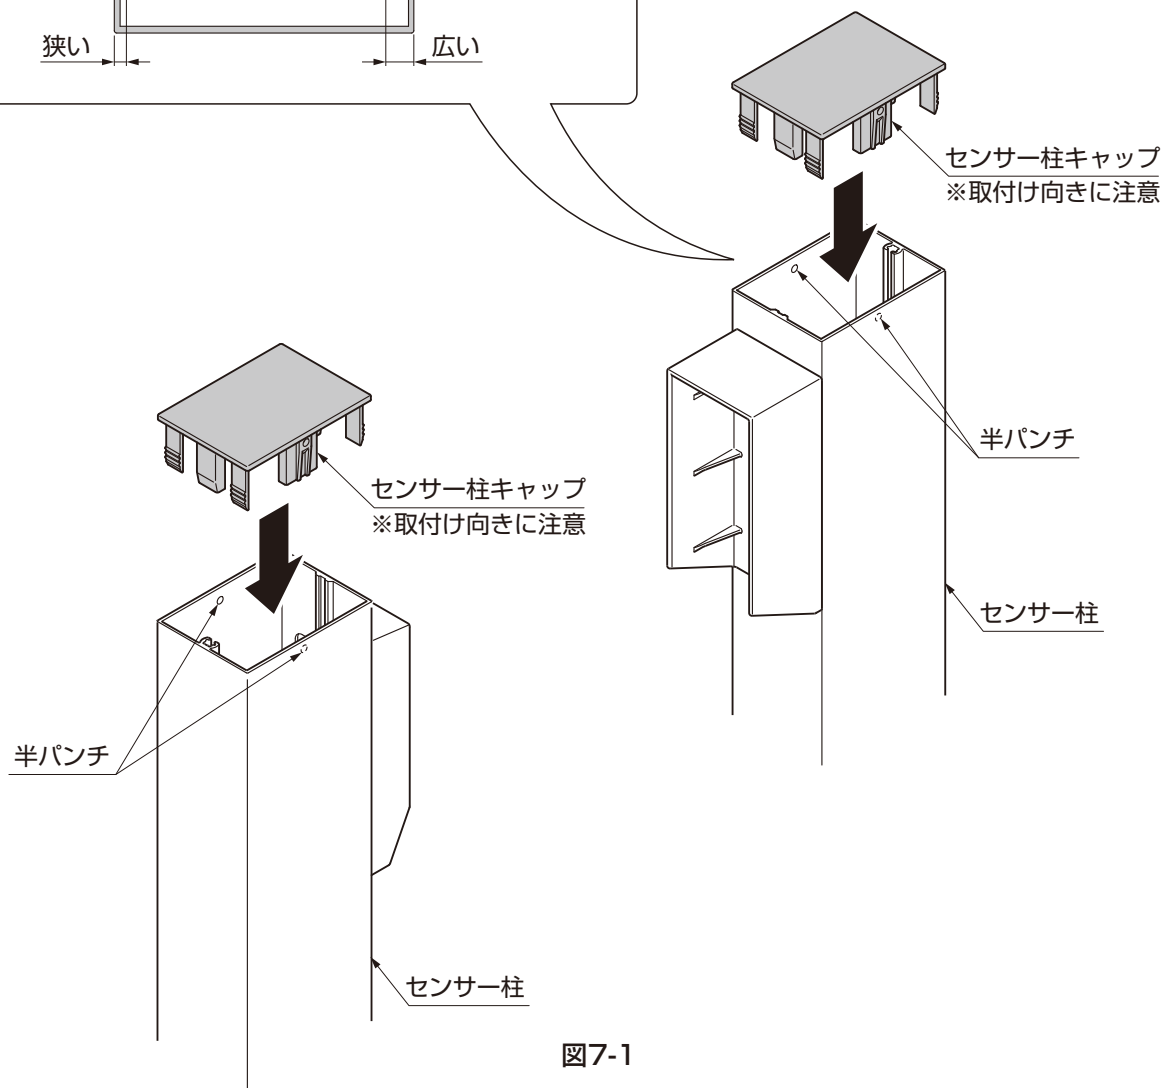

図7-1
- ①センサー柱キャップをセンサー柱の半パンチにはめてください。(図7-1参照)